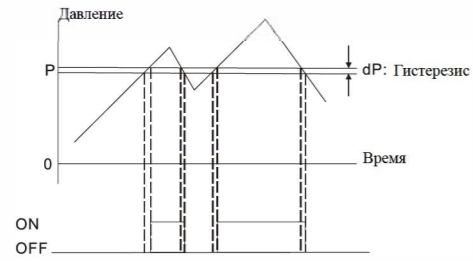

Рис. 1: Простой режим работы выхода
- Простой режим.** При заданном давлении P, когда измеренное давление превысит (P + dP), выход включится (ON), а когда давление станет меньше P, выход выключится (OFF). См. рис.1.